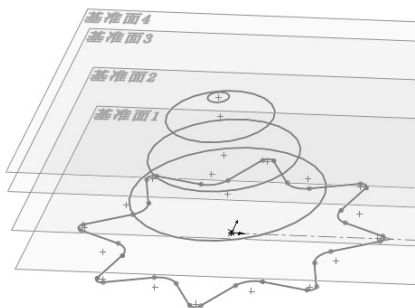

图 9-32 绘制草图
12) 绘制草图。选择“工具”→“草图工具”→“圆”菜单命令，或者单击“草图”控制面板中的 $\odot$ （圆）按钮，在坐标原点处绘制直径为 10 的圆，结果如图 9-32 所示。